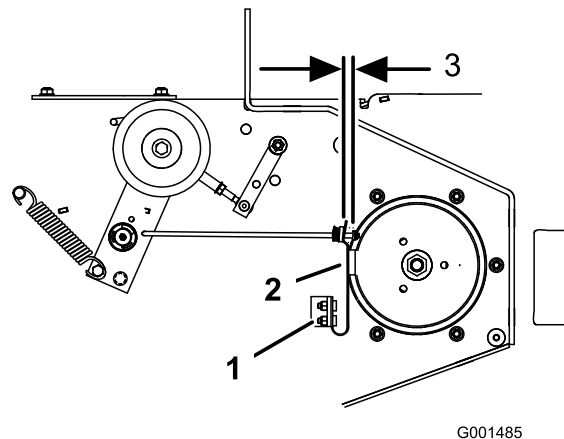

Figura 54
3. Si es necesario, ajuste los pernos de montaje del muelle hasta que la pastilla de freno de la cuchilla roce contra ambos lados de la ranura de la polea (Figura 54).
4. Ajuste la tuerca del extremo de la varilla de freno de la cuchilla hasta que quede un espacio de 3–5 mm (1/8–3/16 pulg.) entre la tuerca y el espaciador (Figura 54).